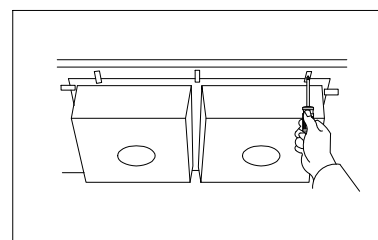

Figure 5
9. Vérifiez à nouveau l'alignement de l'évier et serrez les dispositifs de fixation pour fixer l'évier. (FIGURE 5)